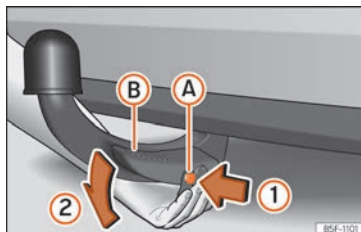

Abb. 258 Anhängerkupplung ausbauen
- Drücken Sie den Entriegelungsbolzen (A) in Pfeilrichtung (1) und gleichzeitig den Hebel (B) in Pfeilrichtung (2) bis zum Anschlag » » » Abb. 258.